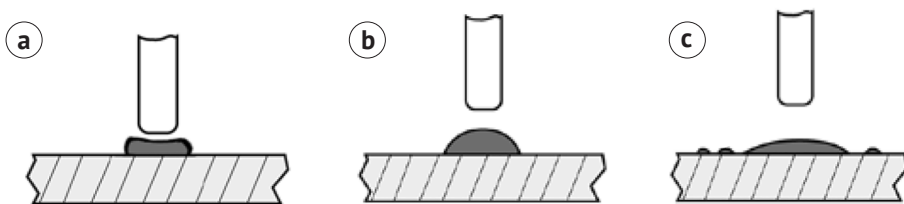
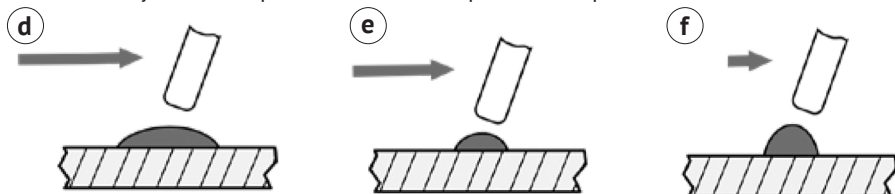

рис. 7
рис. 8
7.2.4 Влияние длины дуги (рис.7) и скорости движения электрода
7.2.5 Влияние длины дуги (рис.7) и скорости движения электрода (рис.8) на форму сварочного шва.